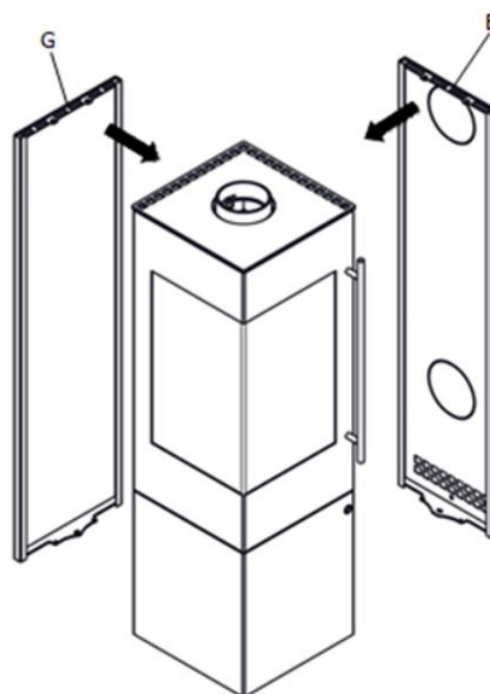

Abb. 4
- Deckel für Ofenrohranschluss und Deckel für Verbrennungsluftanschluss aus der Rückwand (E) herausbrechen (siehe Abb.4).